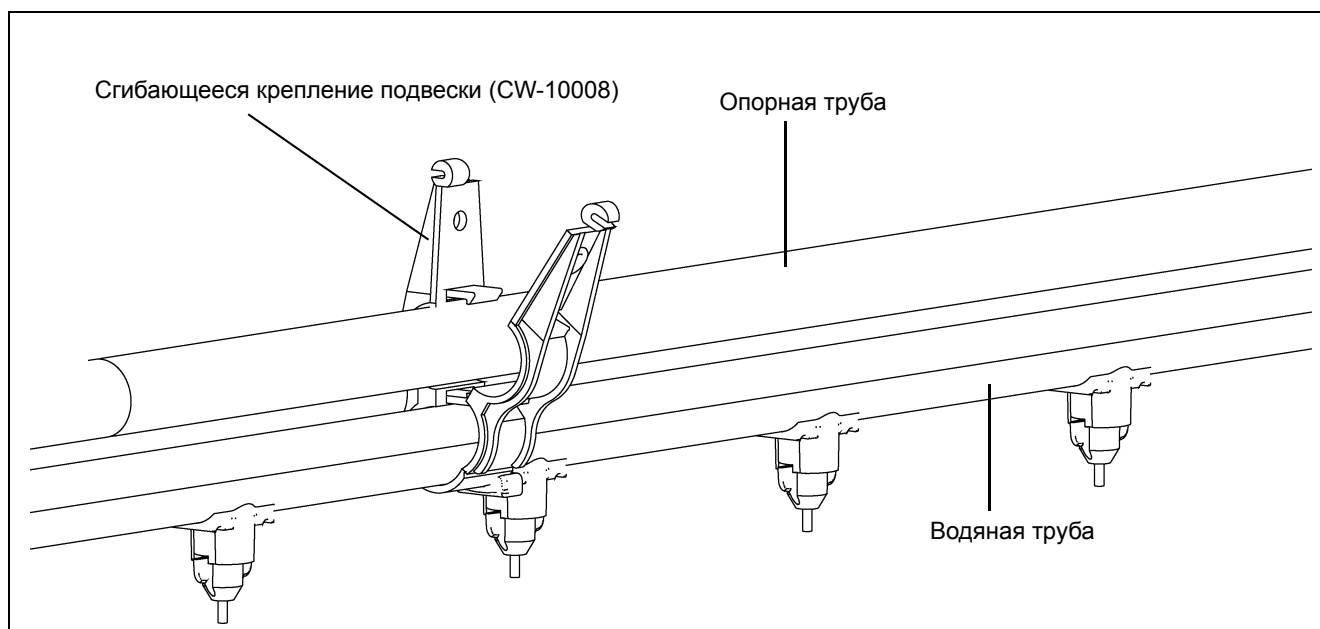

Рисунок 6F
3. Оберните крепления подвески (CW-10008) вокруг водяной трубы и опорной трубы и закрепите их вместе. (См. Рисунок 6F.) Равномерно распределите 5-6 креплений подвески по водяной трубе. По крайней мере, два (2) крепления подвески должны быть закреплены в ниппельных седлах, предпочтительно возле торцов трубы и непосредственно под подвесным шнуром, если возможно.